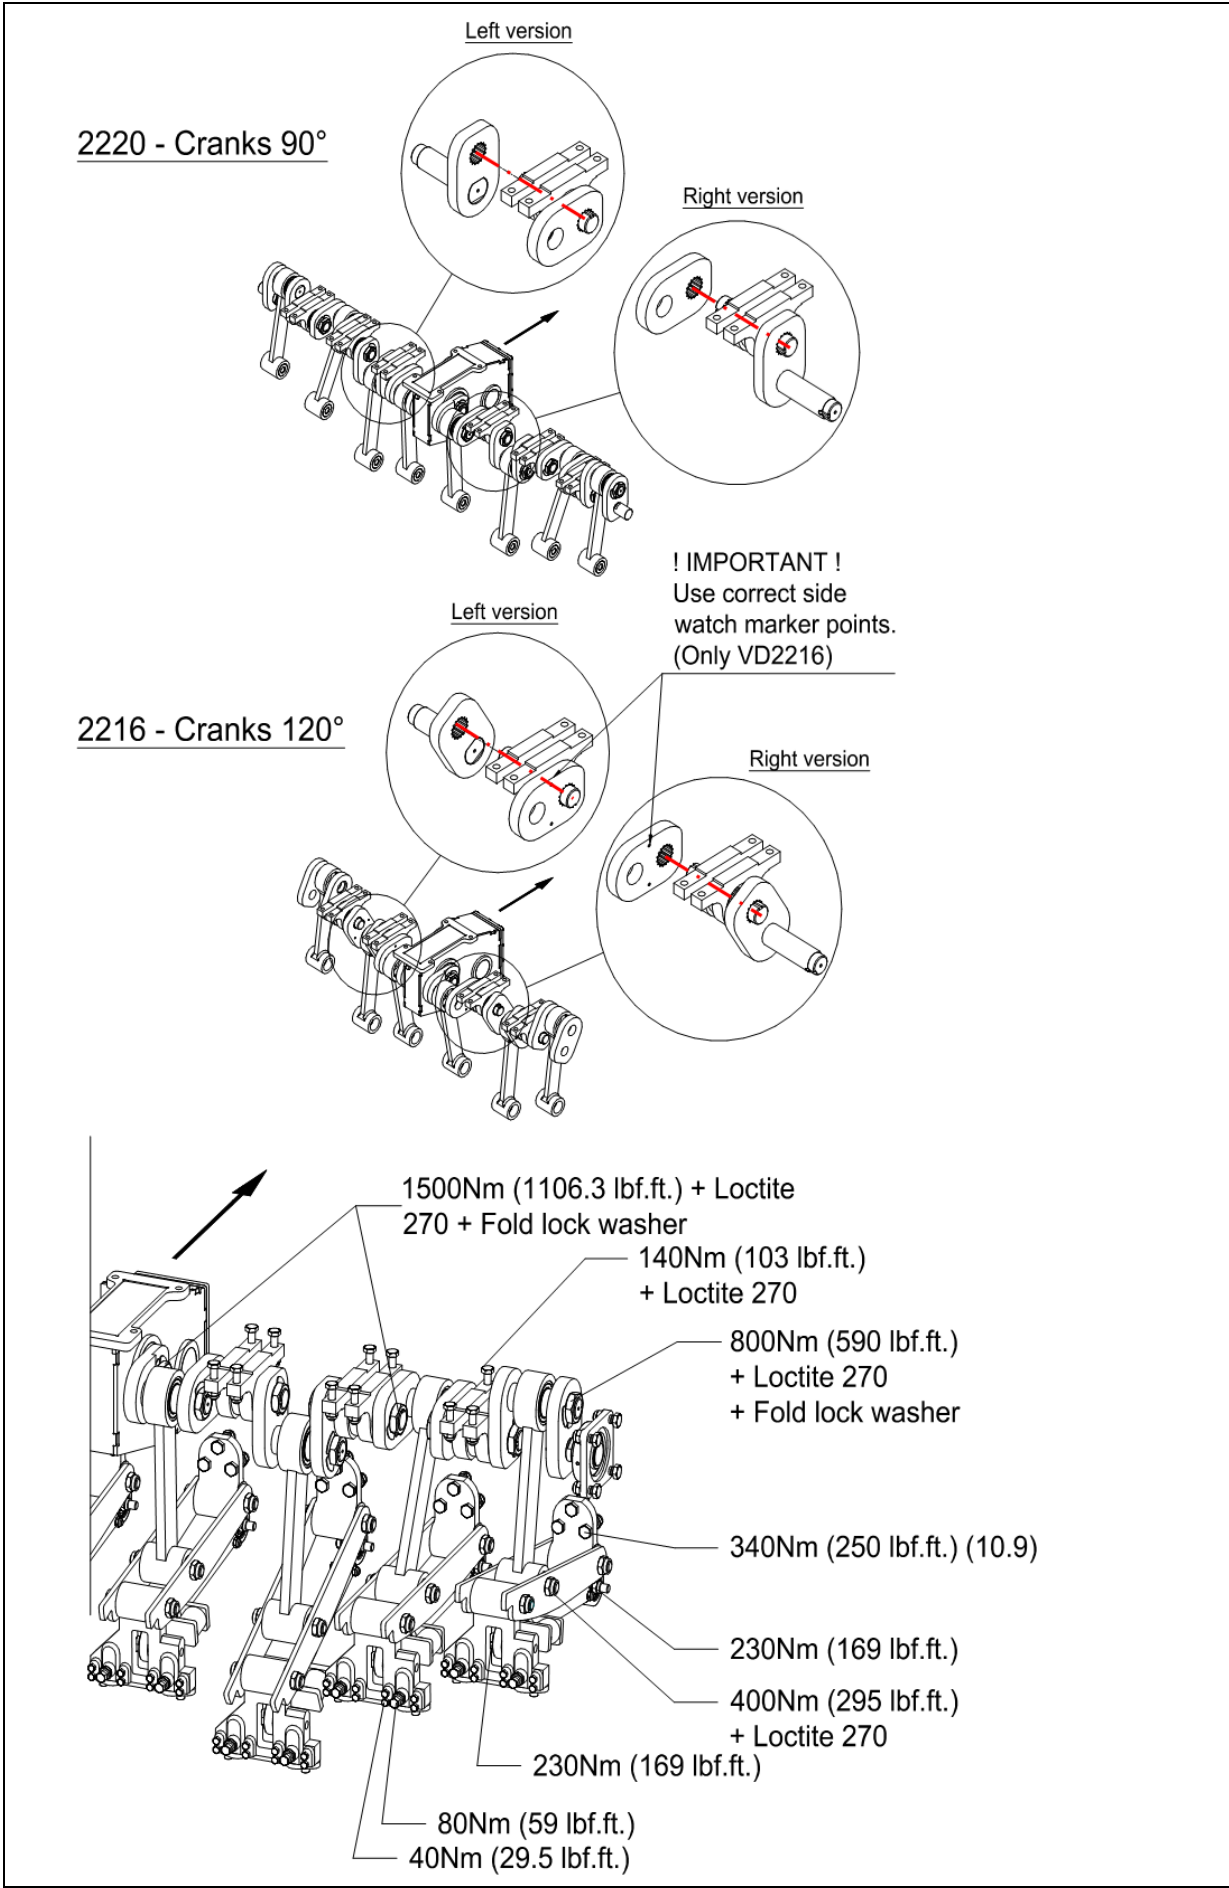

Fig. 15
2. Trek Big-End (13), iets terug totdat element (12) vrij komt.
3. Verwijder drijfstaaf (14) door de pen (15) te verwijderen.
5. Verwijder moer (16), borgplaat (17) en krukelement (18) van de tandwielkast.
6. Verwijder de oliekeerring (19) met een schroevendraaier.
9. Reinig krukelement (20) en kit de splines met een siliconen sealant.
10. Monteer het krukelement in de juiste positie.(zie fig. 15)
12. Monteer een nieuwe borgplaat (17) en moer (16). Gebruik voor de moer draadborgende lijm.
In fig. 15 zijn de aanhaalmomenten van de belangrijkste bouten/moeren weergegeven. Verzekert u ervan dat de bouten en moeren waar deze instellingen niet voor gegeven zijn, net zo aangedraaid worden als vergelijkbare bouten en moeren. Wanneer bouten en moeren loskomen, mag draadborgende lijm gebruikt worden om ze vast te zetten.